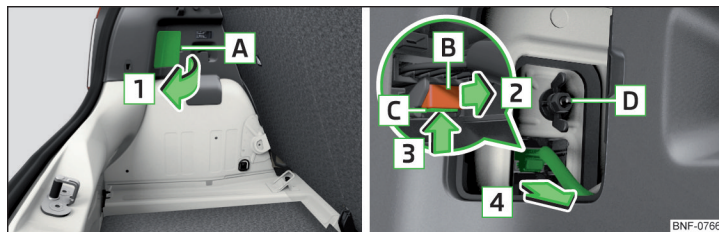

Рис. 179 Демонтаж ліхтаря/витягнення штекера
- Відкиньте козирок в зоні [А] в напрямку стрілки [1] » Рис. 179.
- Загвинтіть і затягніть пластикову гайку [D] » Рис. 179.